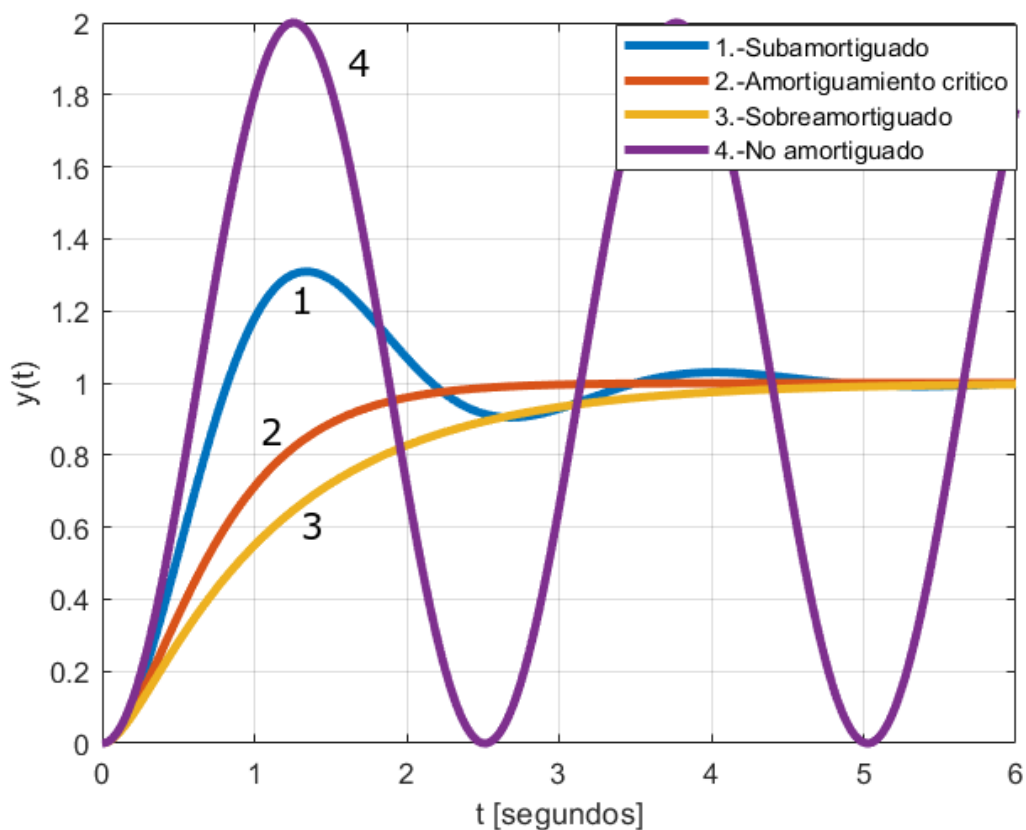

Figura 1. Respuesta de sistema de segundo orden ante el valor del coeficiente de amortiguamiento.
De acuerdo con la Figura 1, analicemos el comportamiento de respuesta del sistema de segundo orden bajo una entrada escalón unitario para diversos valores del coeficiente de amortiguamiento:
Actividad 1: Para generar las gráficas de la Figura 1, se utilizó el siguiente código en Matlab:
**INSTRUCCIONES:** Teclear el código anterior y jugar con los coeficientes de amortiguamiento y la frecuencia natural para generar dos gráficas similares a la Figura 1. Incluye todas las observaciones que sean interesantes para ti sobre el comportamiento del sistema de segundo orden.